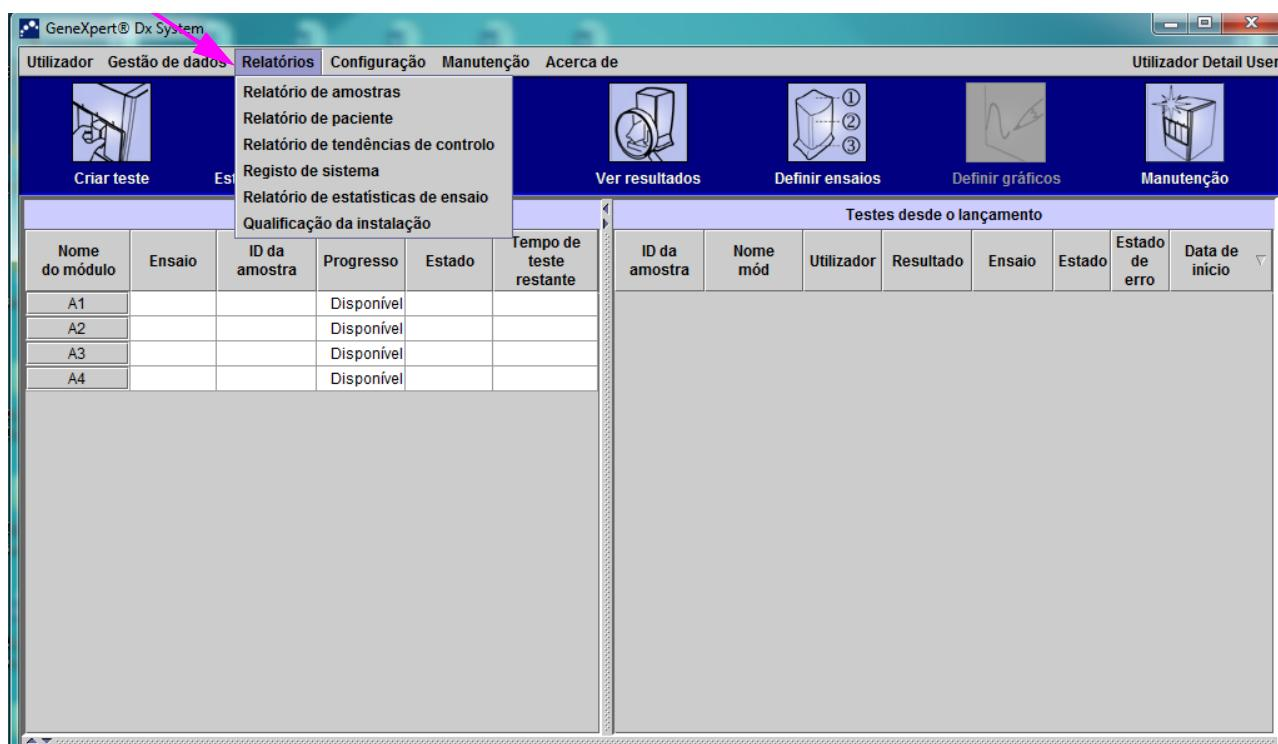
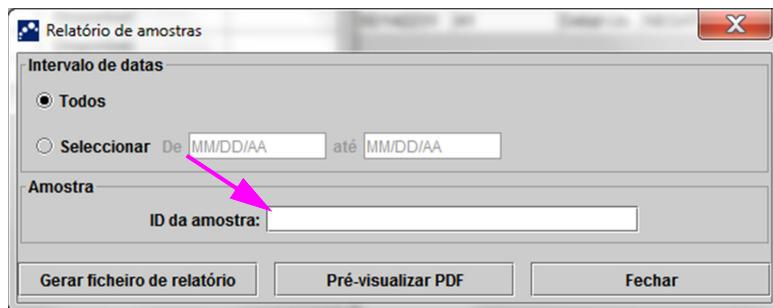
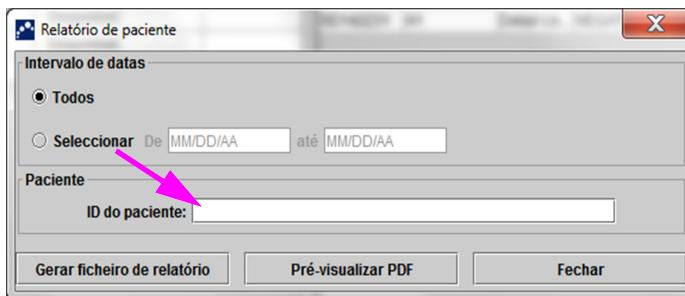
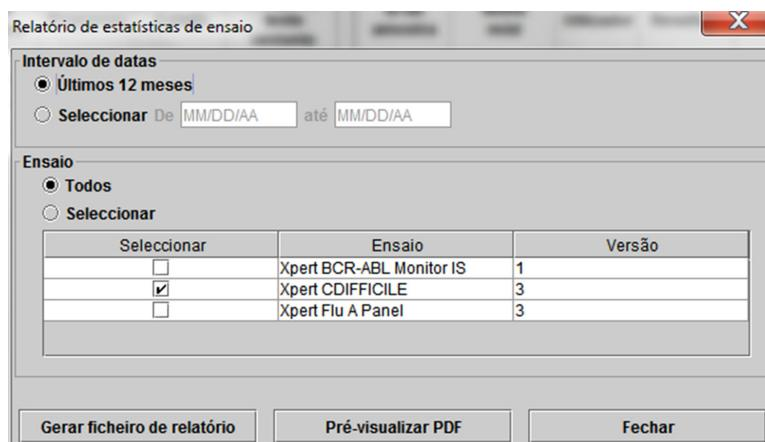

Figura 5-85. Janela GeneXpert Dx System – Menu pendente Relatórios
Figura 5-86. Caixa de diálogo Relatório de amostras
Figura 5-88. Caixa de diálogo Relatório de paciente
Figura 5-90. Caixa de diálogo Relatório de estatísticas de ensaio
O menu **Relatórios** (consulte a figura 5-85) disponibiliza as seguintes opções de menu:
1. Na janela GeneXpert Dx System, no menu **Relatórios** (consulte a figura 5-85), clique em **Relatório de amostras**. É apresentada a caixa de diálogo Relatório de amostras. Consulte a figura 5-86.
- 1) Clique no botão **Gerar ficheiro de relatório** no ecrã Relatório de amostras (consulte a figura 5-86) para criar o ficheiro PDF do relatório de teste. É apresentada a caixa de diálogo Gerar ficheiro de relatório, que lhe permite guardar o ficheiro numa localização especificada. Clique em **Guardar** quando tiver navegado até à localização específica.
1. Na janela GeneXpert Dx System, no menu **Relatórios** (consulte a figura 5-85), clique em **Relatório de paciente**. É apresentada a caixa de diálogo Relatório de paciente. Consulte a figura 5-88.
- 1) Clique no botão **GERAR FICHEIRO DE RELATÓRIO** no ecrã Relatório de paciente (consulte a figura 5-88) para criar o ficheiro PDF do relatório. É apresentada a caixa de diálogo Gerar ficheiro de relatório, que lhe permite guardar o ficheiro numa localização especificada. Clique em **Guardar** quando tiver navegado até à localização específica.
1. Na janela GeneXpert Dx System, no menu **Relatórios** (consulte a figura 5-85), clique em **Relatório de estatísticas de ensaio**. É apresentada a caixa de diálogo Relatório de estatísticas de ensaio. Consulte a figura 5-90.
- 1) Clique no botão **Gerar ficheiro de relatório** no ecrã Relatório de estatísticas de ensaio (consulte a figura 5-90) para criar o ficheiro PDF do relatório. É apresentada a caixa de diálogo Gerar ficheiro de relatório, que lhe permite guardar o ficheiro numa localização especificada. Clique em **Guardar** quando tiver navegado até à localização específica.